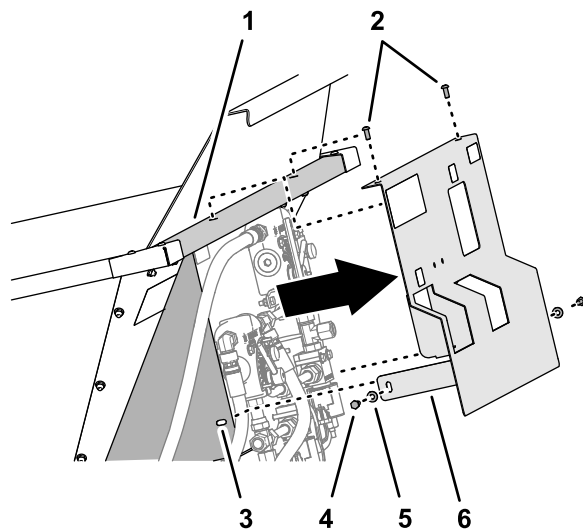

Figura 25
1. Allineate i fori della protezione idraulica con i fori nel supporto della valvola e nella parete anteriore della tramoggia (Figura 25).
2. Fissate la protezione idraulica alla parete della tramoggia (Figura 25) con le 2 viti a testa tonda che avete rimosso in Rimozione della protezione idraulica del topdresser (pagina 9).